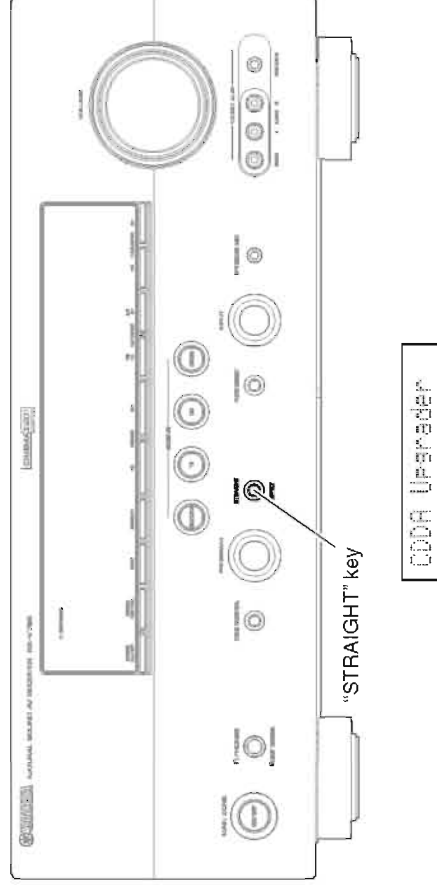

Fig. 2
1. While pressing the "STRAIGHT" key of this unit, connect the power cable of this unit to the AC outlet. (Fig. 2)
The FIRMWARE UPDATE mode is activated and "CDDA Upgrader" is displayed. (Fig. 2)
1. 本機の "STRAIGHT" キーを押しながら、本機の電源コードを AC コンセントに接続します。(Fig. 2)
- FIRMWARE UPDATE モードが起動し、"CDDA Upgrader" が表示されます。(Fig. 2)